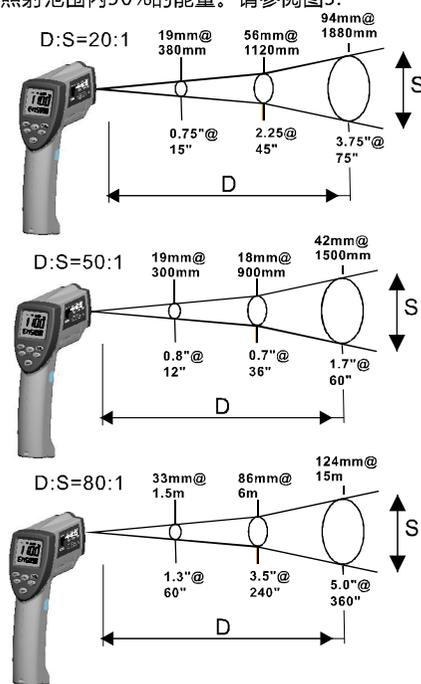

图5. 距离与光点直径
随着离所测物体距离 (D) 的增加，测温仪所测区域的光点直径 (S) 也随之增大。图5说明每种测温仪的距离与光点直径之间的关系。每种测温仪的焦点为914mm (36in)。光点直径可指示光点照射范围内90%的能量。请参阅图5。